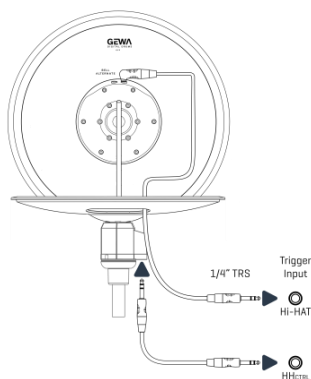

Figura 4
- 1 Pegue no prato superior (C) e ligue o cabo estéreo (an-gled - angled) à tomada "GEWA 3-ZONE" (ver Figura 4).
- 5 Conecte o plugue reto do cabo estéreo do controlador ao controlador do Hi-Hat como é mostrado na Figura 4.
- Conecte ambos os cabos às entradas correspondentes de disparo do console da bateria como é mostrado na Figura 4.